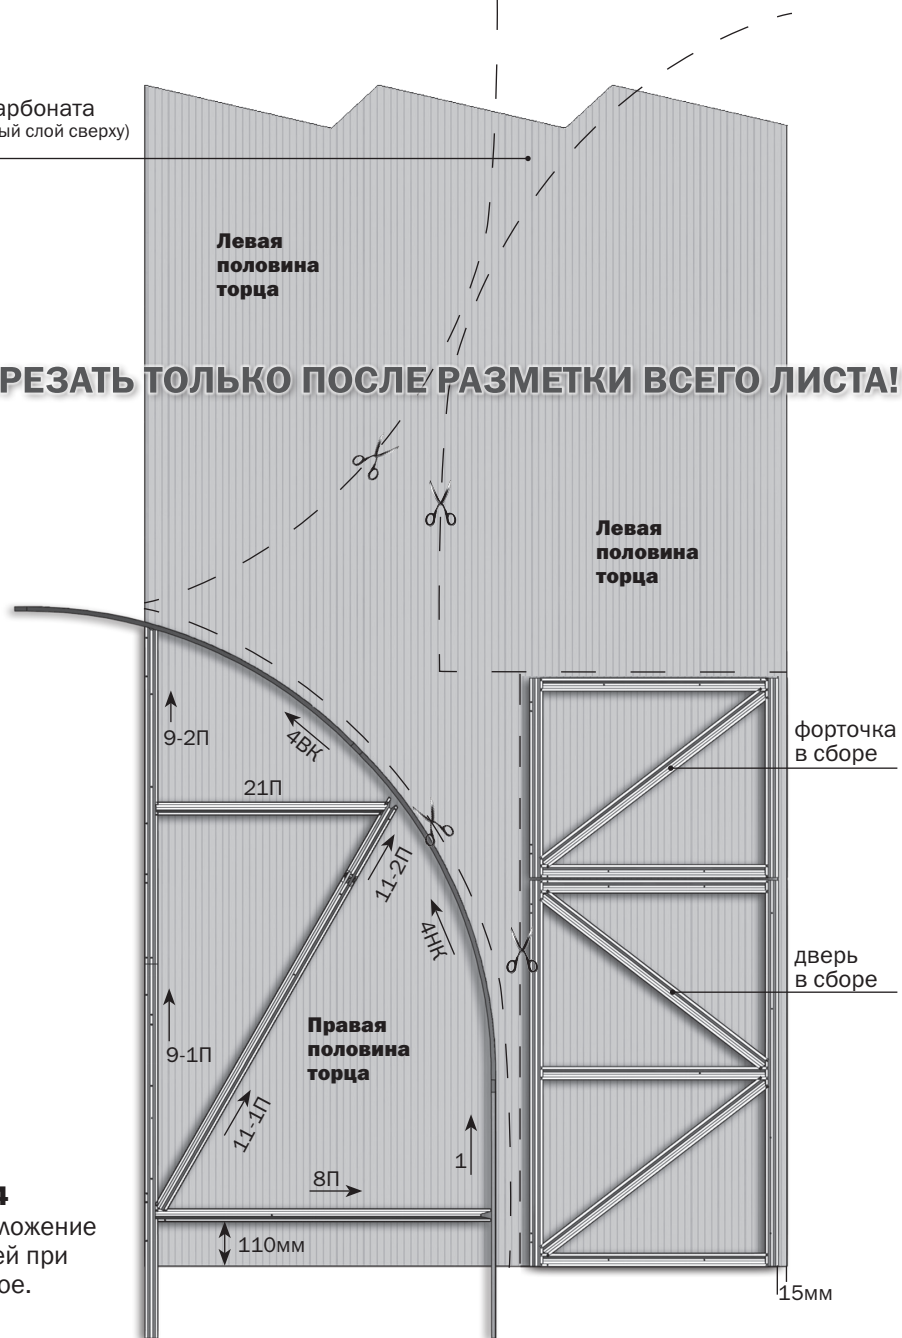
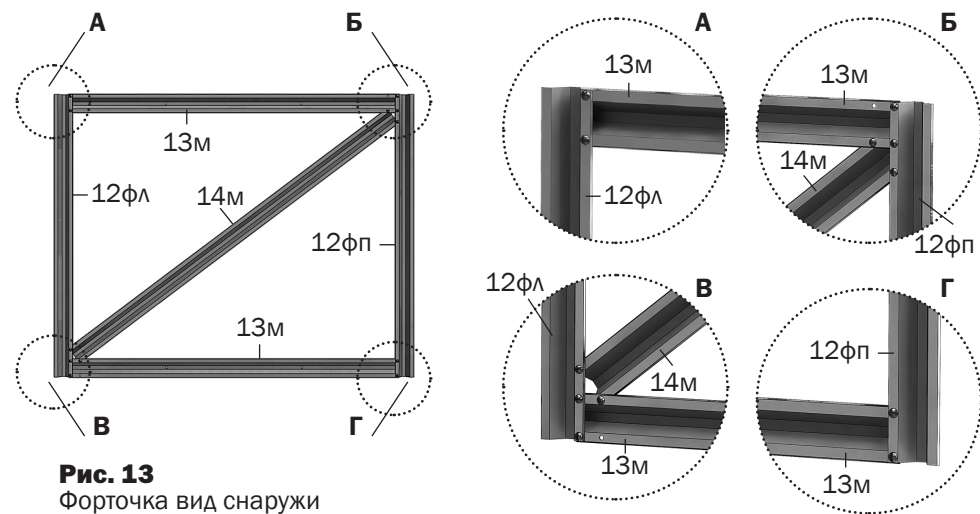
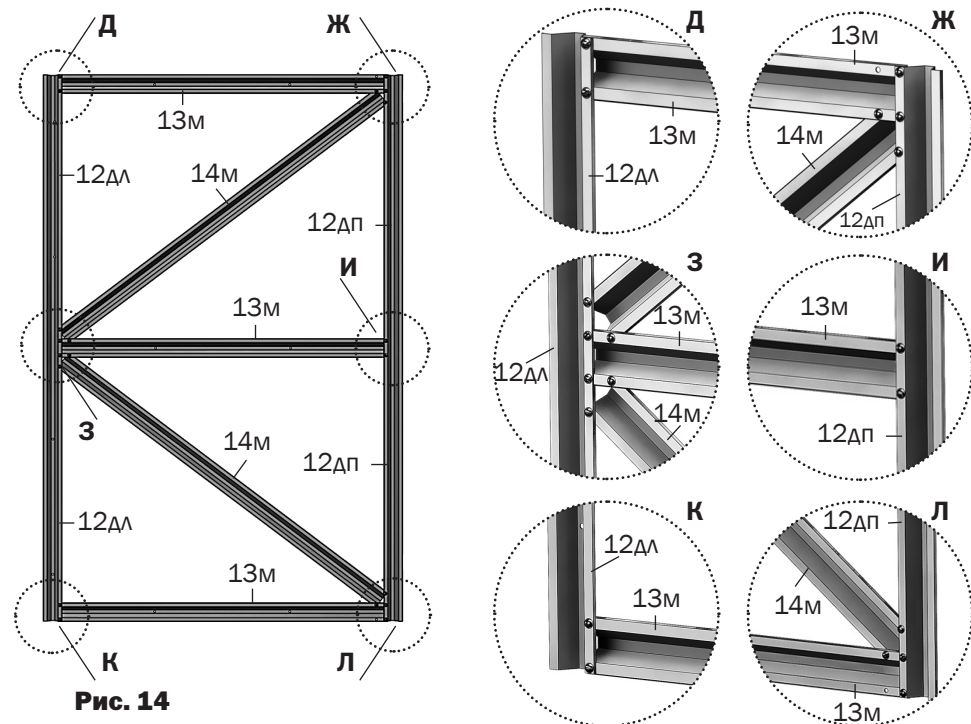

Рис. 4
Рис. 13
Рис. 14
детали **12...14** (дверь и форточка) - см. **Рис.13,14**
2. Первоначально надо раскроить лист покрытия для торцов. Для этого соберите двери, форточки (**рис.13, рис.14**) и половину торца из деталей дуг **4ВК, 4НК** и прямолинейных деталей **1, 8П, 11-1, 11-2П, 21П, 9-1П, 9-2П**, временно закрепив загнутые концы деталей **11-2** на отверстия дуги. Не снимая защитной пленки с поликарбоната, разметьте лист покрытия в соответствии с **рис. 3 и рис. 4**
СООТВЕТСТВИИ С РИС.3 И РИС. 4**